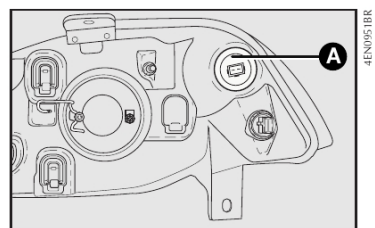

fig. 28
- 2) Retirar o porta-lâmpadas **A-fig. 28** girando-o no sentido anti-horário;